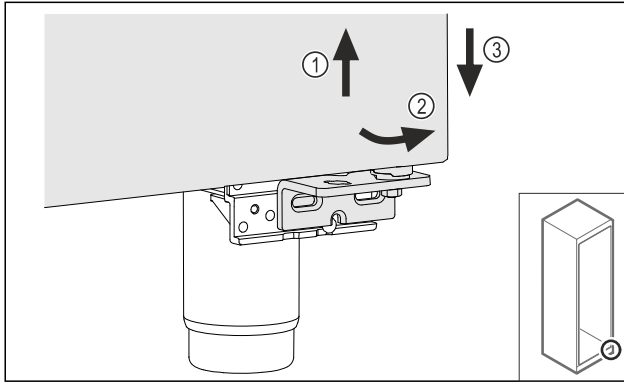

Fig. 21
- ▶ Duris šiek tiek kilstelėkite Fig. 21 (1), apačioje paverskite į priekį Fig. 21 (2) ir nuleiskite Fig. 21 (3).